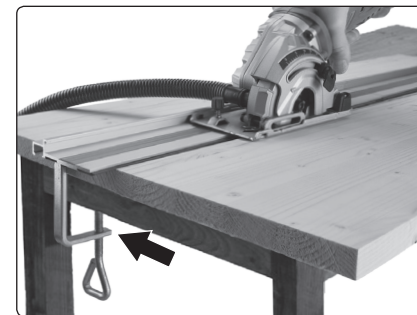

Abb. 15
- Befestigen Sie die Führungsleiste mit Hilfe der mitgelieferten Klemmen an einen festen Untergrund, damit es zu keiner ungewollten Bewegung der Leiste und des bearbeiteten Materials beim Schneiden kommen kann, siehe Abb. 15.